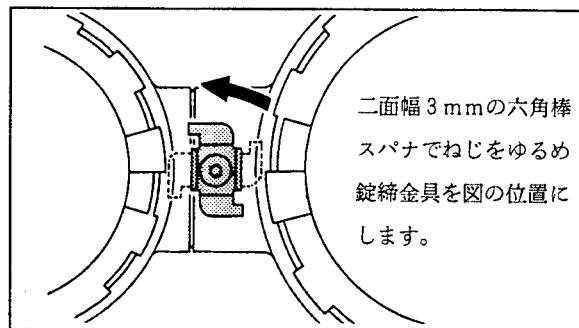
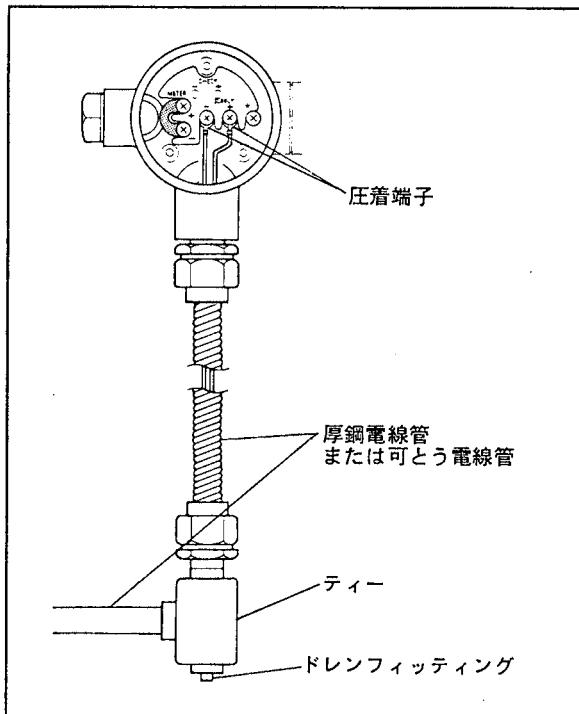
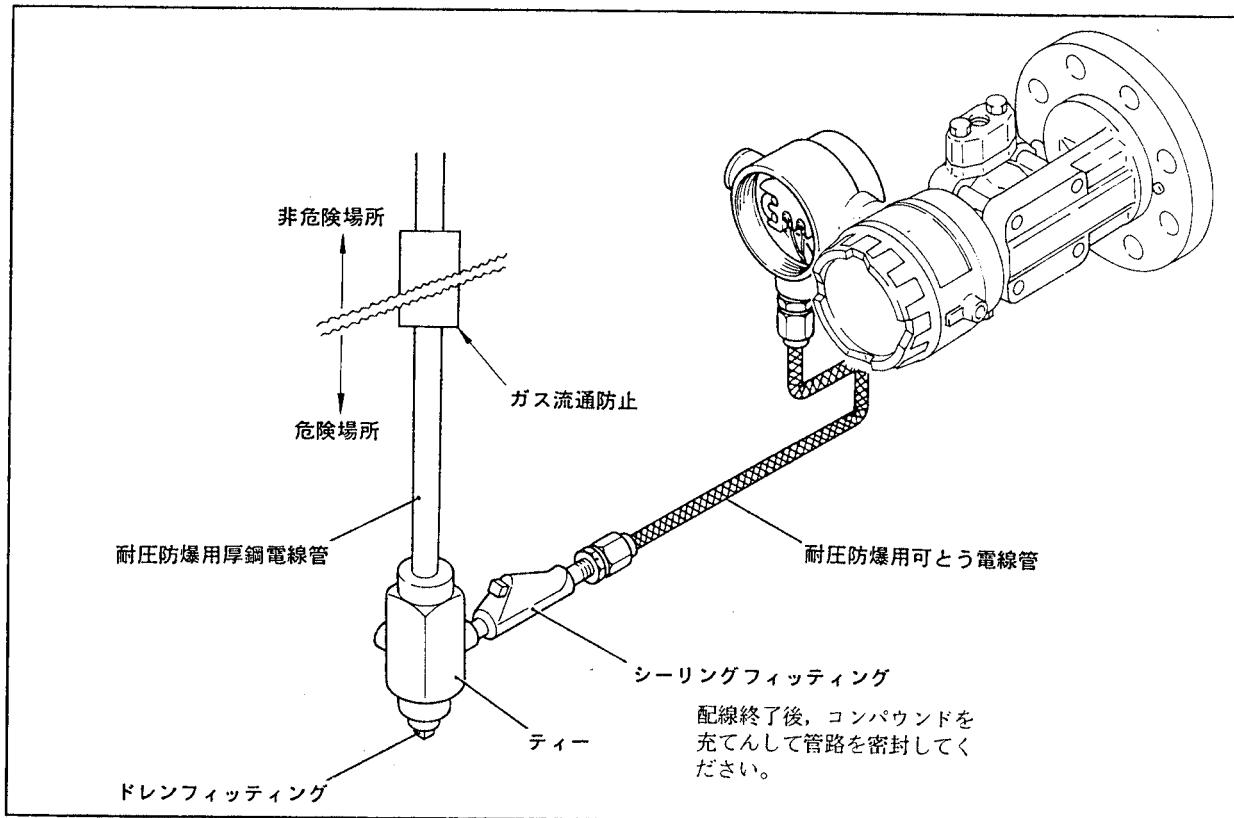

図 4.5 錠締金具のはずし方
図 4.6 電線管を用いた配線(一般形の場合)
図 4.8 耐圧防爆金属管工事
- (1) 大容量の変圧器、モータあるいは動力用電源等のノイズ源を避けて配線してください。
- (2) 配線は端子箱のカバーおよび電源接続口の防塵プラグをはずして配線します。
- 耐圧特殊防爆形のカバーを開けるときは、錠締用のねじをゆるめて錠締金具を図 4.5 の位置にしなければ開けることはできません。配線が終了しカバーを開めた時は、必ず錠締金具を締めてください。
- (3) 電線の端末は絶縁スリーブ付き圧着端子（4 mm ねじ用）を推奨します。
- (4) 防水あるいは電線の外傷保護等のために、電線管とダクトを用いて配線することを推奨します(図 4.6 参照)。耐圧特殊防爆形の外部配線は、耐圧防爆性を有する金属管工事(図 4.8 参照)または当社製の耐圧パッキン用アダプタを用いたケーブル工事を行なってください(巻頭の「耐圧防爆構造の計器についての注意事項」を参照)。
- (5) ケーブル工事に使用する耐圧パッキン用アダプタ(付加仕様)の取付けは、以下の要領で行なってください。